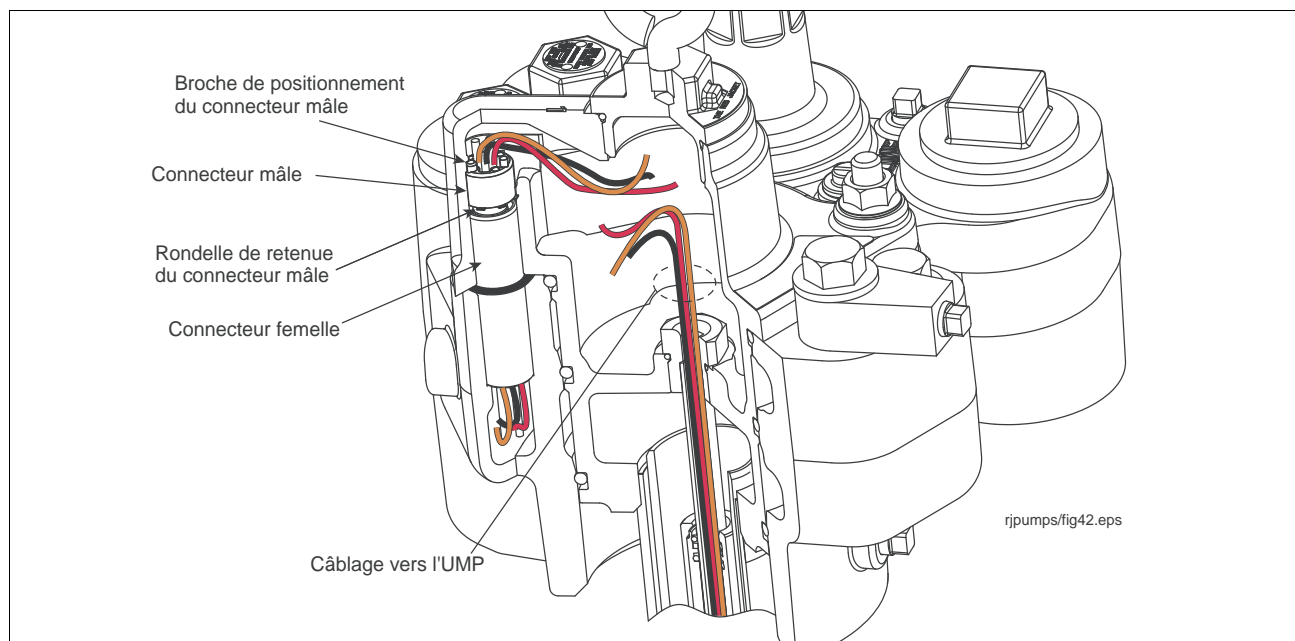

Figure 38. Connecteurs Groupe-collecteur
5. Positionner le connecteur mâle à l'intérieur du groupe (voir Figure 38).
22. Retirer le joint torique du connecteur femelle du collecteur. Prendre un joint torique de 0.862" ID x 0.103" dans le kit connecteur et le lubrifier avec de la vaseline. Insérer le joint dans sa gorge, sur le collecteur, autour du connecteur femelle (voir Figure 38 page 47).